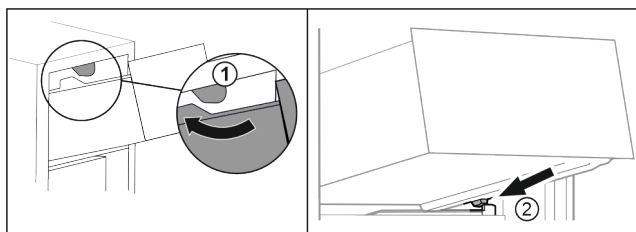

Fig. 23
- ▶ Guider le tiroir en contournant les butées supérieures. Fig. 23 (1)
- ▶ Placer le tiroir, en l'inclinant, derrière les butées inférieures sur la nervure de récipient. Fig. 23 (2)